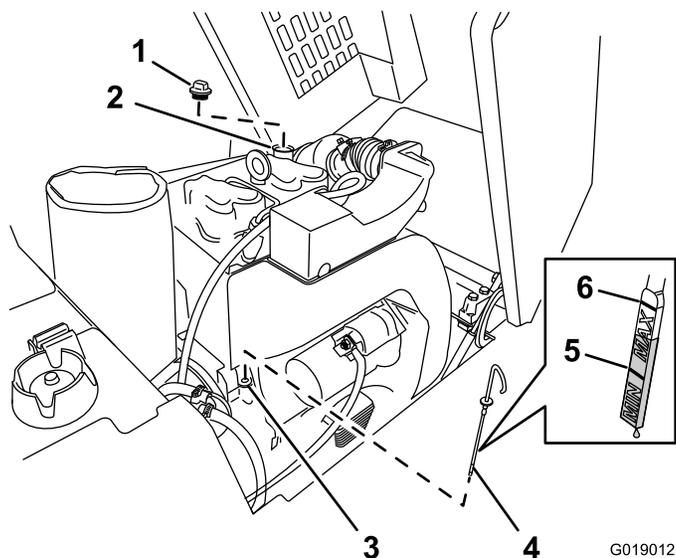

Figure 28
4. Nettoyez la surface autour de la jauge d'huile et du trou (Figure 28).
8. Si le niveau d'huile est inférieur au repère Min. sur la jauge (Figure 28), procédez comme suit :
- A. Nettoyez la surface autour du bouchon de remplissage d'huile et enlevez le bouchon (Figure 28).
- B. Versez lentement la quantité d'huile nécessaire pour amener le niveau entre les repères Min. et Max. (Figure 28).
- C. Remettez le bouchon de remplissage d'huile en place (Figure 28).